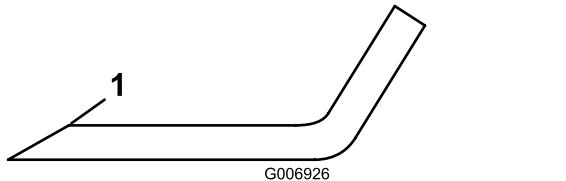

Figura 78
- Inspeccione los filos de corte de todas las cuchillas. Afílelos si están romos o tienen mellas. Afile únicamente la parte superior del filo y mantenga el ángulo de corte original para asegurar un afilado correcto (Figura 78).
- Si está romo o tiene desperfectos, afile únicamente el filo superior y mantenga el ángulo de corte original (Figura 78).